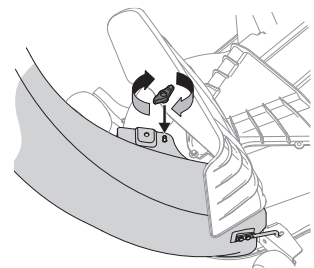

Figure 26
6. Fixez la goulotte au plateau de coupe avec l'écrou papillon du sachet de quincaillerie (689-02019). Voir Figure 26.